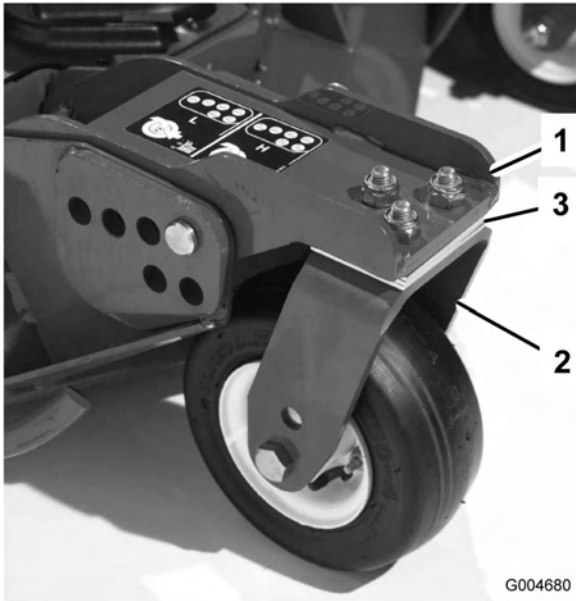

Figura 27
Girate la lama su ciascun fusello fino a disporla in parallelo con la lunghezza della macchina. Misurate dal suolo alla punta anteriore del tagliente. Regolate gli spessori di 3 mm sulla forcella (o forcelle) della ruota orientabile, finché l'altezza di taglio non corrisponde al valore riportato sull'adesivo. (Figura 27). Per il fusello della lama esterna vedere la procedura in *Regolazione*
3. Se il bordo interno dell'apparato di taglio laterale è troppo alto rispetto al bordo esterno dell'apparato di taglio anteriore, togliete uno spessore di 3 mm dalla base del braccio della ruota orientabile anteriore interna dell'apparato di taglio laterale (Figura 27). Controllate di nuovo la misura tra i bordi esterni di entrambi gli apparati di taglio ed il bordo interno dell'apparato di taglio laterale rispetto al bordo esterno dell'apparato anteriore.